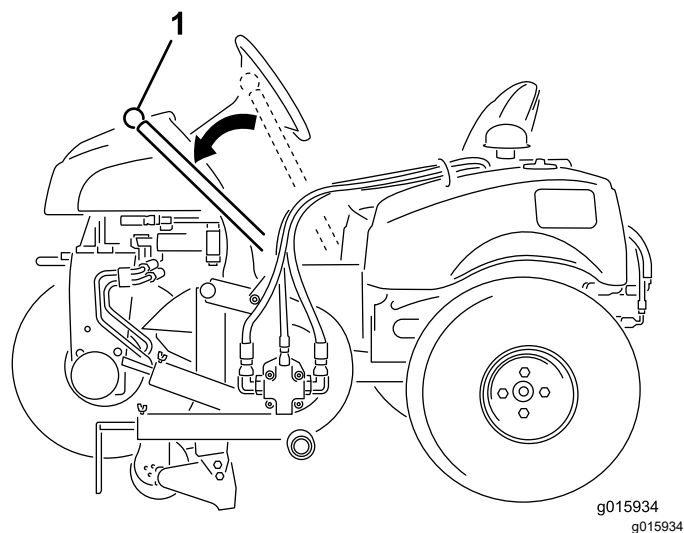

图 10
使用手柄升起或降下修边机图 10。
2. 向外按压手柄并将修边机的刀片降至地面图 10。
- 向外按压手柄并将修边机的刀片升至行驶位置图 10。